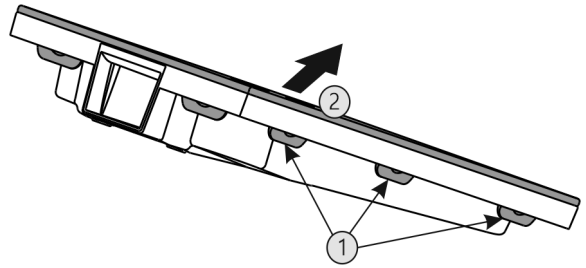

Fig. 32
- ▶ Premere una dopo l'altra tutte le linguette Fig. 32 (1) e rimuovere la copertura Fig. 32 (2).